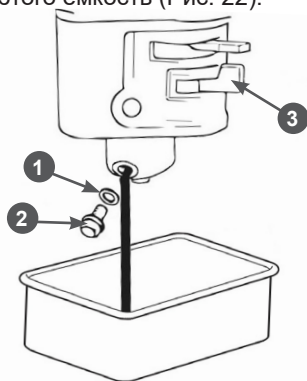

Рис. 22. Обслуживание карбюратора
1. Установите под карбюратор подходящую емкость (Рис. 22).
2. Установите рычаг топливного крана 3 в положение «ЗАКРЫТО» (Рис. 22).
3. Открутите болт 2 сливного отверстия и слейте топливо из поплавковой камеры карбюратора в приготовленную для этого ёмкость (Рис. 22).
1. Слейте топливо из топливного бака и карбюратора (Рис. 22).